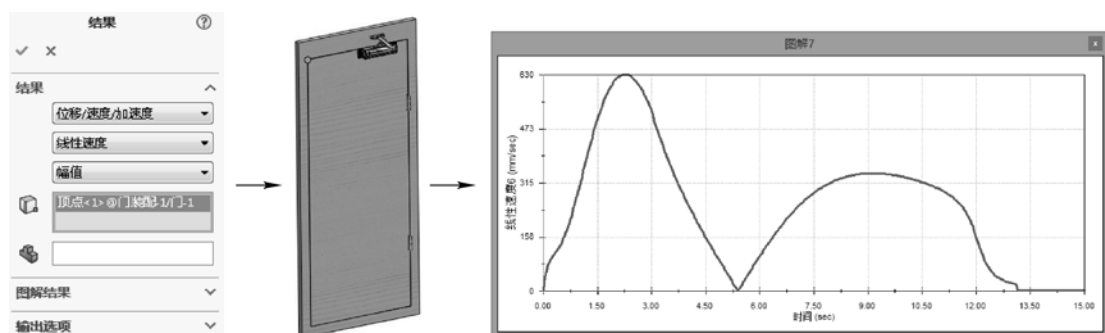

图 6-22 图解门的线性速度操作及图解结果
STEP 7 单击操控面板工具栏中的“结果和图解”按钮,打开“结果”属性管理器,在其下拉列表中依次选择“位移/速度/加速度”>“线性速度”>“幅值”选项,并选择门的左上角点为检测点生成图解,可以发现关门的速度较为平缓,如图 6-22 所示。